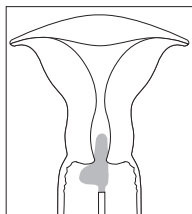

Fig. 1
- Den beflochten Tupfer beim Griff nehmen, dann nur die Spitze des Tupfers (den langen, L-förmigen Teil) ohne den breiteren Teil (den breiten, L-förmigen Teil) in den Zervixkanal einführen (siehe Fig. 1).